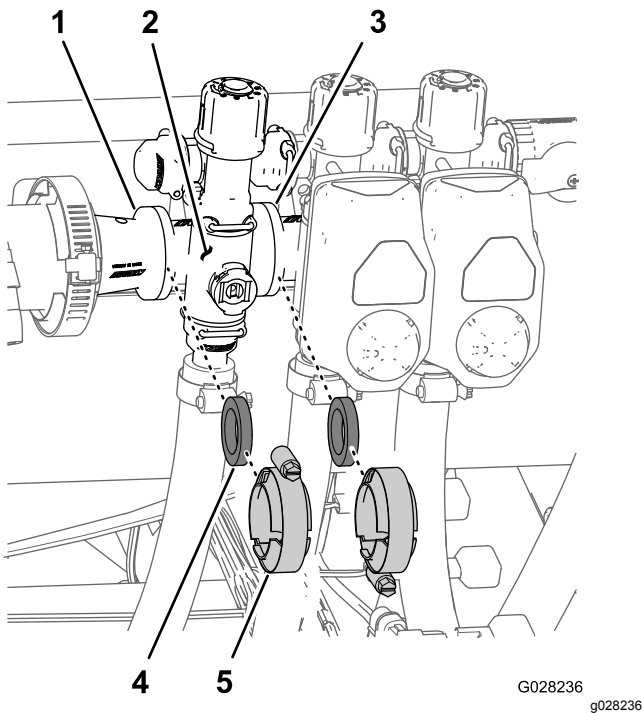

Figura 104
1. Retire as braçadeiras e as juntas que fixam o coletor para válvula de secção (Figura 104) à válvula de secção adjacente (se válvula de secção esquerda e acoplador de redução).